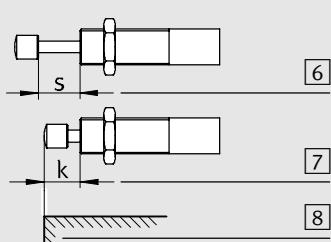

Fig. 3
- Un tope externo [8] evita la sobrecarga del YSRW a causa de masas excesivas y ofrece adicionalmente un tope final preciso (ver Fig. 3).